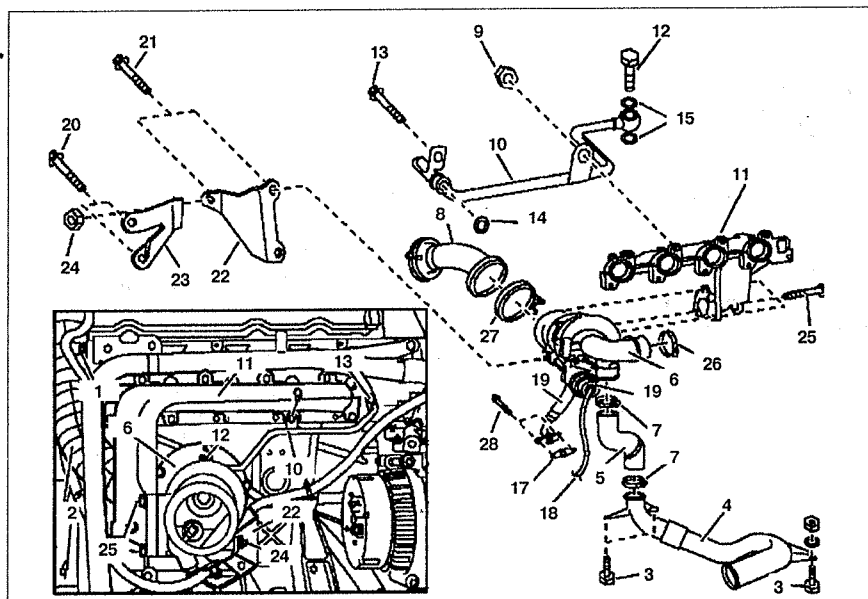

Рис. 5.46. Снятие и установка турбоаппарата:
2. Отсоедините хомут крепления трубки подачи сжатого воздуха 4 от интеркулера и отсоедините ее (см. рис. 5.46).